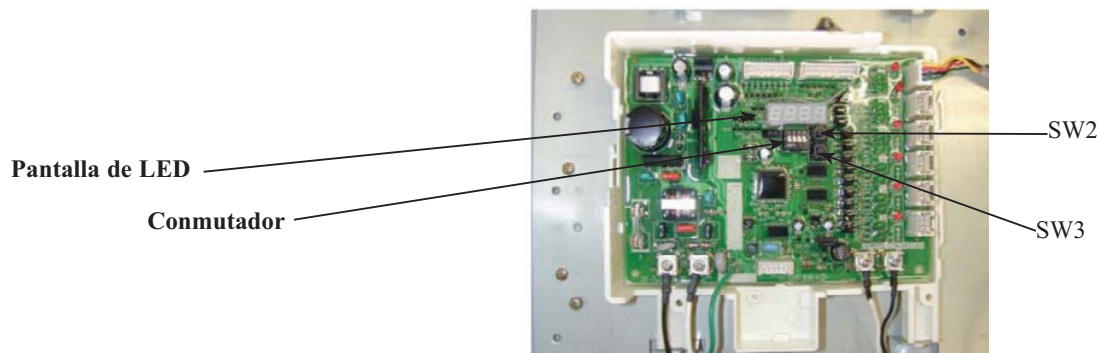

Figura 10
Ajuste requerido para alcanzar el valor de temperatura de agua máximo de 140 °F (60 °C) para tareas ligeras, o de 180 °F (82 °C) para tareas pesadas (vea la figura 10 para conocer la ubicación del CONMUTADOR y de los botones)
- 5 Presione el botón SW2 ubicado debajo de la pantalla de LED (vea la figura 10 para hallar el botón). En la pantalla de LED del PCB aparece "ON" (encendido).
Ajuste requerido para restituir el valor de temperatura de agua máximo a 120 °F (49 °C) [vea la figura 10 para conocer las ubicaciones del CONMUTADOR y de los botones])
- 4 Cambie la posición del CONMUTADOR N.º 4 de la PCB de comunicación principal a la posición "ON" (ARRIBA). Vea la figura 10 para conocer la ubicación del CONMUTADOR. NO modifique la posición de ningún otro CONMUTADOR.